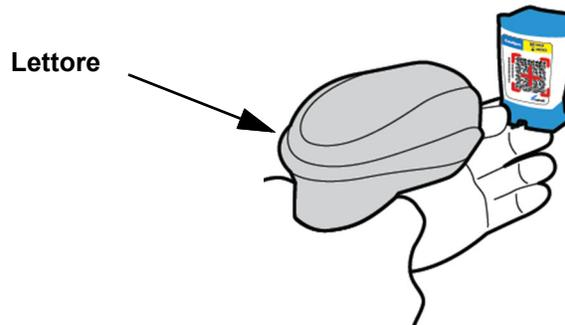

Figura 5-18. Scansione di un codice a barre della cartuccia
L'uso del lettore portatile è simile per tutte le operazioni di scansione, quali la scansione dell'ID del paziente, dell'ID del campione e del codice a barre delle cartucce. In questa sezione viene descritta la scansione del codice a barre delle cartucce. Vedere la Figura 5-18.
1. Tenere il lettore a circa 20-25 cm dal codice a barre e allineare il laser del lettore con l'immagine del codice a barre. La Figura 5-18 mostra la scansione del codice a barre di una cartuccia.